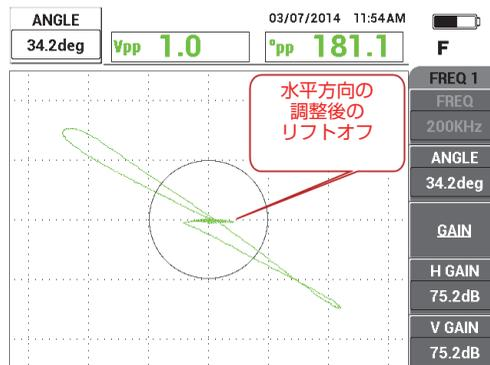

図 5-56 信号をできる限り水平に設定する
6. 位相キー (◀⊙) を押し、リフトオフ (プローブのモーション) 信号がなるべく水平になるように、ノブを使って信号の位相を調整します (170 ページの図 5-56 を参照)。